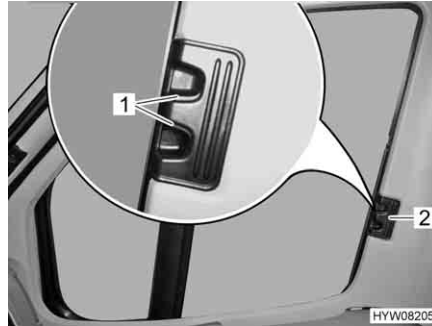

Fig. 88 Estor plegable para la ventana del conductor/acompañante
- Presionar los tiradores de desbloqueo (Fig. 88,1) y mantenerlos presionados.
- Cerrar los estores plegables para la ventana del conductor y la ventana del acompañante tirando en el tirador (Fig. 88,2) hacia el otro lado de la ventana y uniéndolos en las tiras magnéticas.
- Introducir los estores plegables para la ventana del conductor y la ventana del acompañante hasta el tope desplazando el tirador (Fig. 88,2).
- Soltar los tiradores de desbloqueo (Fig. 88,1) y dejar que engatillen.